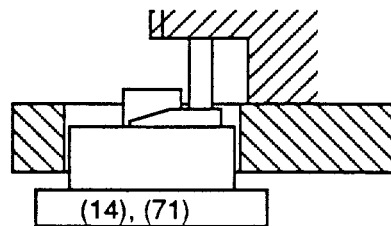

Fig. 26
- Höhe der Wickelteller (14), (71) messen (Fig. 26).
- Measure the height of the spool carrier (14), (71)- (Fig. 26).
- Misurare l'altezza dei piatti di avvolgimento (14) e (71), fig. 26